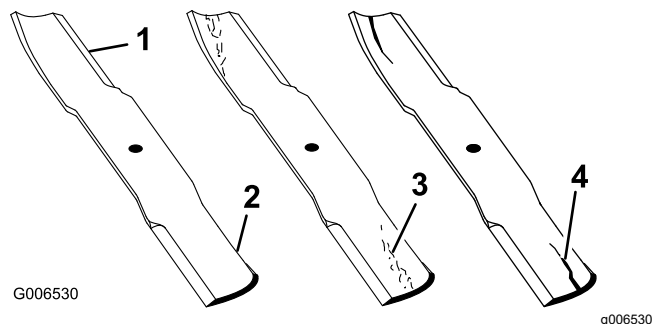

Figure 74
1. Examinez le tranchant des lames (Figure 74).
4. Remplacez immédiatement toute lame fendue, usée ou qui présente une entaille sur cette partie (Figure 74).